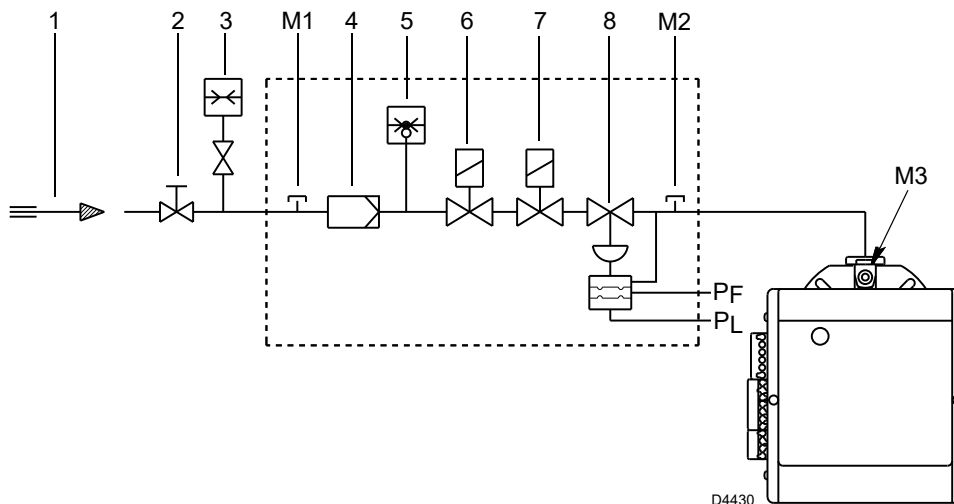

Fig. 14
Legenda (Fig. 14)
Pressione del gas misurata alla presa M3)(Fig. 14), con:
- sottrarre dalla pressione del gas alla presa M3)(Fig. 14) la pressione in camera di combustione.
Pressione del gas alla presa M3)(Fig. 14) = 10 mbar
Per conoscere invece la pressione del gas necessaria alla presa M3)(Fig. 14), fissata la potenza massima di modulazione alla quale si desidera funzioni il bruciatore: